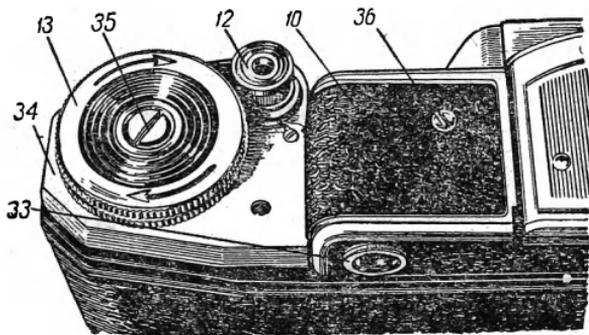

Рис. 46. Наружные детали узла перемотки и блокировки.
Пленка в аппарате транспортируется при помощи механизма перемотки (рис. 46, 47), работа которого связана с механизмом блокировки спуска.
Механизм перемотки и блокировки состоит из рукоятки перемотки 13 (рис. 46), щитка 34, фигурного уступа 37 (рис. 47, а), пружины 38, плато 39, плечика фрикциона 40, пружины 42, нижнего фрикциона 43, верхнего фрикцио-
Принцип работы механизма перемотки и блокировки сводится к следующему: вращением рукоятки перемотки 13 (рис. 46) по часовой стрелке транспортируют пленку, наматывая ее на катушку. В это же время фрикционы 43 (рис. 47, а) и 44 с пружиной, находящейся между ними, вращаются вместе с механизмом перемотки. Палец верхнего фрикциона 44 входит в отверстие на рукоятке перемотки 13 (рис. 46). Нижний фрикцион 43 (рис. 47, а) имеет два выступа и два плечика (рис. 47, б)
Во время завода рукоятки 13 (рис. 46) вращается верхний фрикцион 44 (рис. 47, а), который вращает нижний фрикцион 43, а он своим выступом 40 захватывает отгиб рычага 46 и тянет его за собой. Рычаг 46
трольная красная метка фигурного уступа 37 появится в отверстии щитка 34 (рис. 46) и механизм окажется в положении «на взводе». При этом рычаг 46 (рис. 47, *а*) выходит из прорези основания спусковой кнопки 12 и открывает блокировку, т. е. спусковая кнопка 12 и спусковая пластина 47 (рис. 47, *а*, *в*), на которую она надета, могут беспрепятственно перемещаться.
*Неисправности механизма.* 1. Наиболее частой причиной неисправности механизма перемотки и блокировки является загрязнение и коррозия деталей, вызванная попаданием влаги. Если рычаг 46 (рис. 47, а) плохо поворачивается на своей оси, механизм блокировки выходит из строя. В этом случае нужно частично разобрать механизм, почистить рычаги, смазать оси и трущиеся поверхности. Последовательность разборки: отвинчивают винт 35 (рис. 46), снимают рукоятку перемотки 13, отвинчивают верхний и боковой крепежные винты и снимают защитный щиток 34. Сборка производится в обратном порядке.
4. Отломалась головка винта 35 (рис. 46), которым крепится рукоятка 13.
Прежде всего нужно извлечь ту часть винта, которая осталась в оси перемотки 45 (рис. 47, а). Остаток винта высверливают или ось 45 распиливают посередине лобзиком на глубину 1—2 мм и в образовавшийся в винте шлиц вставляют отвертку и винт вывинчивают. После этого головку 13 (рис. 46) крепят новым винтом.
Нужно снять рукоятку 13 (рис. 46) и вынуть ось перемотки 45 (рис. 47, а). На оси есть пружина тормоза, не допускающая вращения рукоятки против часовой стрелки. Один конец пружины отогнут и находится в отверстии втулки оси перемотки. Если ось вынимается с трудом, можно приложить некоторое усилие. Ось вынимается вниз в сторону перекладины.